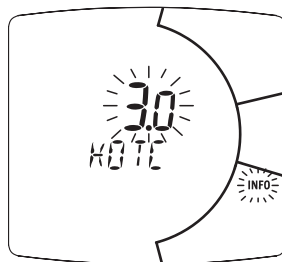

Figura 5.56
- Premere per più di 10 secondi il pulsante  per entrare in modalità " Parametri Impianto" (Figura 5.56).
L'andamento della temperatura al variare dell'impostazione fatta con i tasti 16 e 17 per un $K = 1,5$ è illustrato nella Figura 5.56.